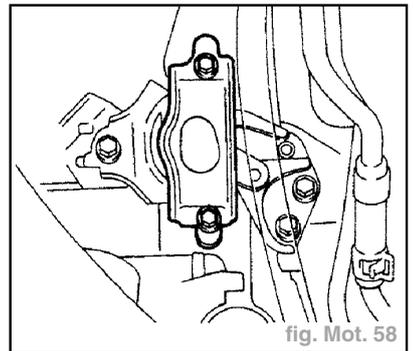

fig. Mot. 58
- Déposer les 2 boulons et le support de fixation moteur n°2 (fig. Mot. 58).